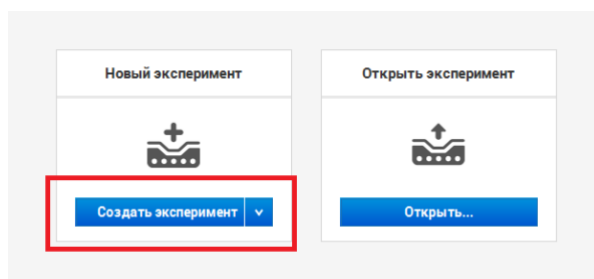

Рисунок 45
3. Кликнуть по иконке «Создать эксперимент» (рисунок 45):